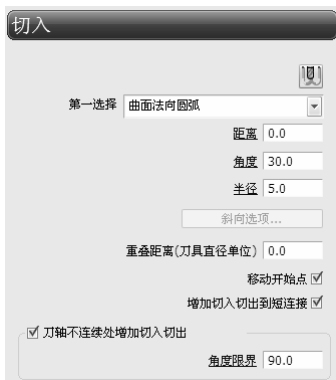

图 4-82 “切入”选项卡
1) 选择“切入”选项, 选择“曲面法向圆弧”切入方式, 设置“距离”为 0.0, “角度”为 30.0, “半径”为 5.0, 如图 4-82 所示。